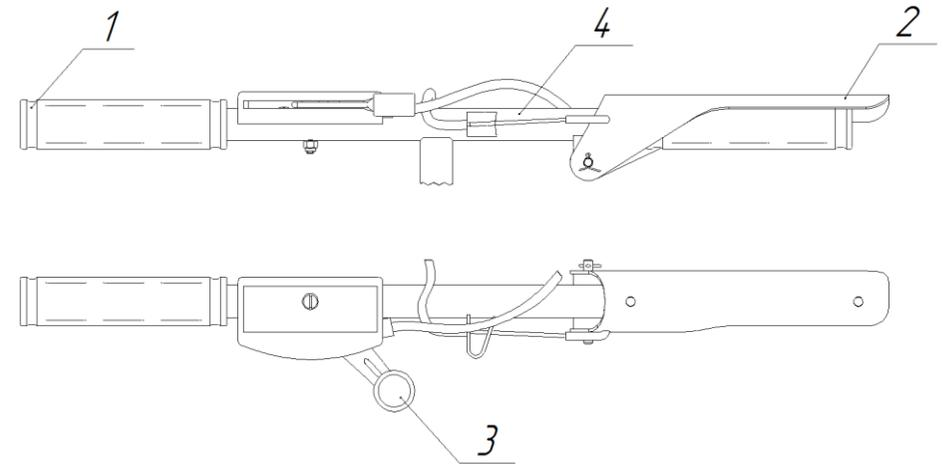

Рис. 2 Органы управления мотолебедкой
- включите сцепление, т.е. рычаг сцепления 2 (рис. 2), прижмите к рукоятке;